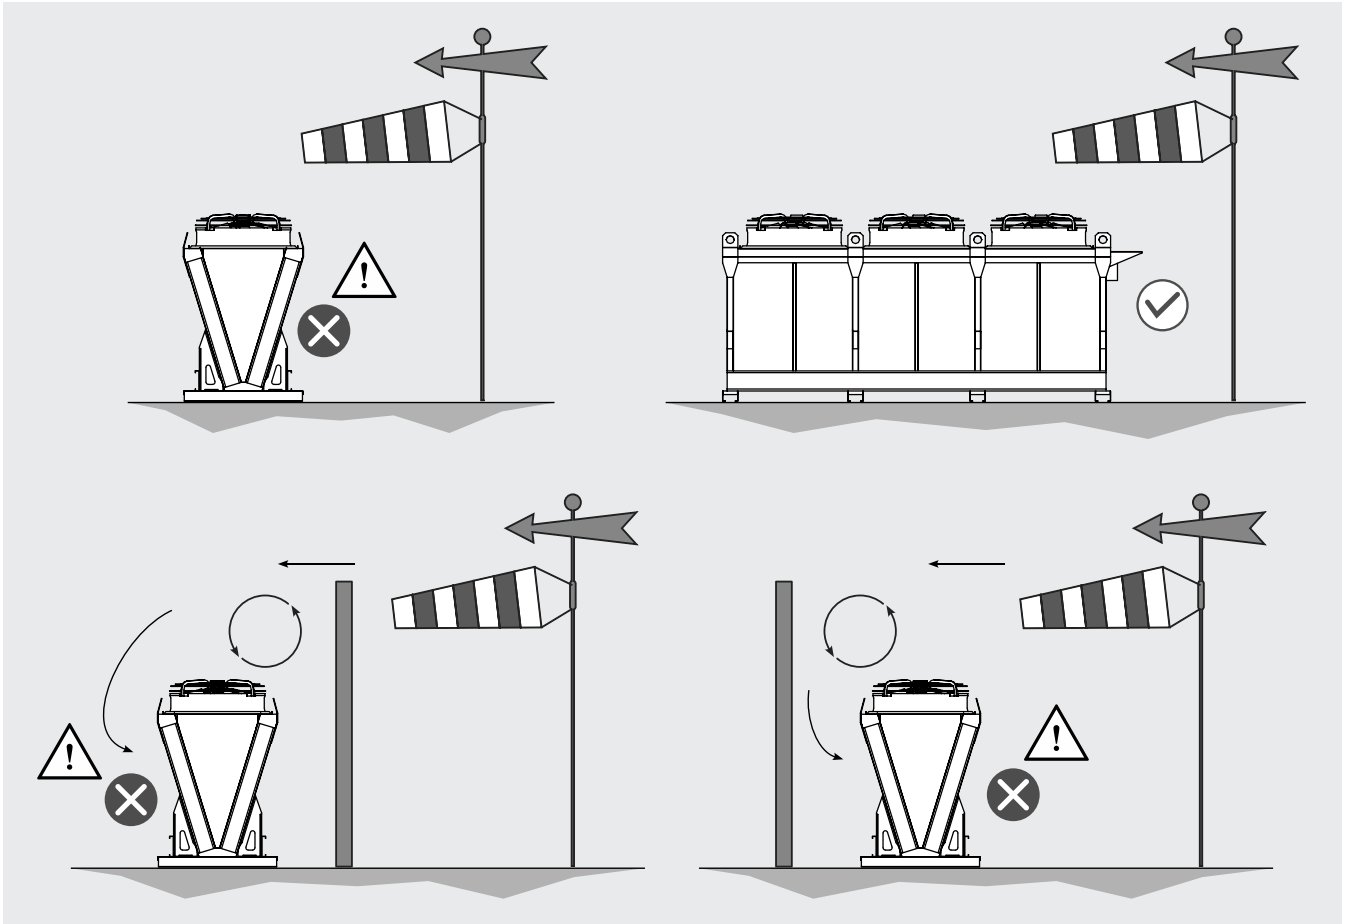

Abbildung 4
- 4.5 Seitenwindströmungen können sowohl bei Vorhandensein als auch bei Nichtvorhandensein von Hindernissen zu Luftrückführungsphänomenen mit Leistungsabfall des Modells führen. Siehe Abbildung 4.